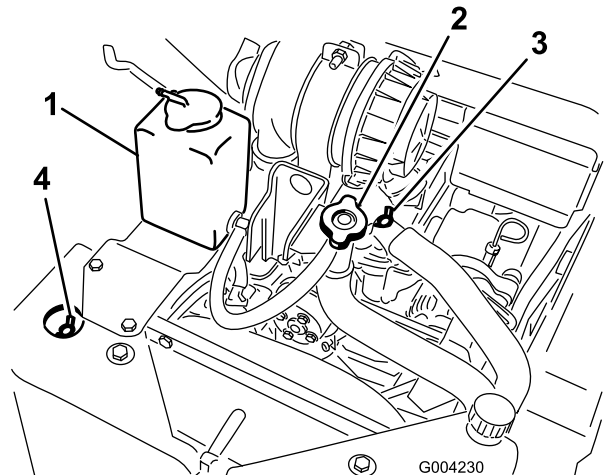

Figura 21
A. Rimuovere il tappo di riempimento del refrigerante (Figura 21).
- B. Aprire le valvole di spurgo del refrigerante anteriore e superiore (Figura 21).
- C. Versare il refrigerante nel collo del bocchettone finché il refrigerante non inizia a fuoriuscire dalla valvola di spurgo anteriore (Figura 21).
- D. Chiudere la valvola di spurgo anteriore (Figura 21).
- E. Versare il refrigerante nel collo del bocchettone finché il refrigerante non inizia a fuoriuscire dalla valvola di spurgo superiore (Figura 21).
- F. Chiudere la valvola di spurgo superiore (Figura 21).
- G. Versare il refrigerante nel collo del bocchettone finché non si vede salire il livello del refrigerante nel collo del bocchettone (Figura 21).
- H. Montare il tappo di riempimento del refrigerante (Figura 21).
- I. Aggiungere il refrigerante nel serbatoio di espansione finché non raggiunge la linea di pieno sul lato del serbatoio (Figura 21).